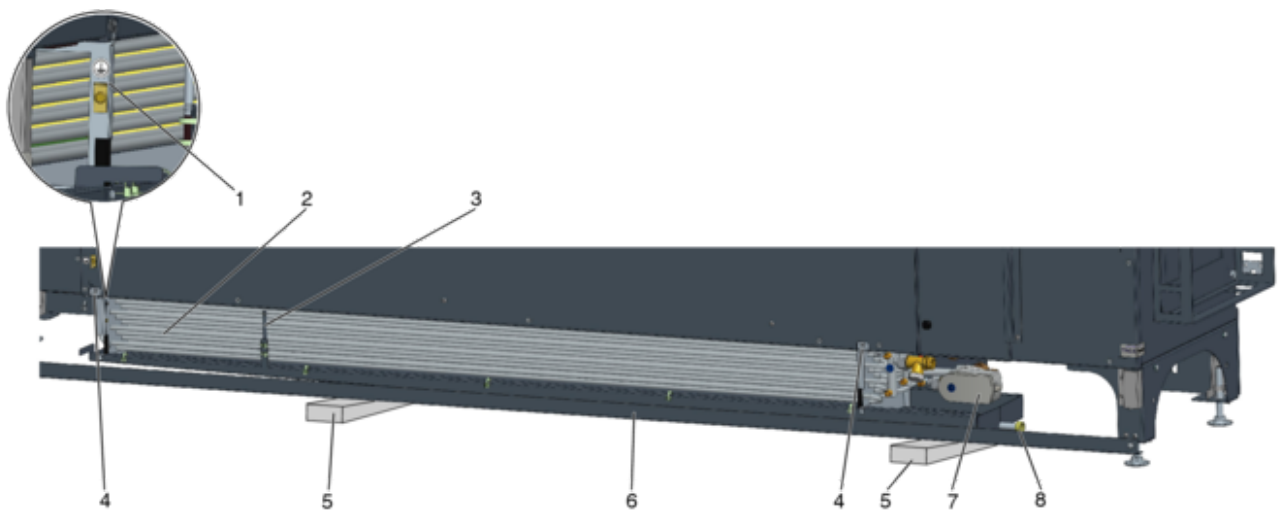

Abb. 42: Wärmeübertrager demontieren
- ▶ Schutzleiter (Abb. 42 /1) am Wärmeübertrager (Abb. 42 /2) lösen.
- ▶ Halter des Zulufttemperatursensors (Abb. 42 /3) lösen.
- ▶ Betriebsdruck der wasserseitigen Anschlüsse (Abb. 42 /7) ablassen und die Rohrverschraubungen am Wärmeübertrager lösen. Ggf. Abfluss am Kondensatanschluss (Abb. 42 /8) demontieren.
6. ▶ Wärmeübertrager und Kondensatwanne (Abb. 42 /6) mit geeignetem Material abfangen, z. B. mit Holz (Abb. 42 /5).
Halterungen (Abb. 42 /4) des Wärmeübertragers durch Lösen der beiden Kreuzschlitzschrauben demontieren und den Wärmeübertrager mit Kondensatwanne vorsichtig absetzen. Wärmeübertrager mit Kondensatwanne nach vorne aus dem Gerät ziehen.
8. ▶ ■ Die Kondensatwanne (Abb. 42 /6) mit handelsüblichen Reinigungs- oder Desinfektionsmitteln reinigen.
■ Kondensatablauf (Abb. 42 /8) (optional) auf freien Ablauf prüfen.